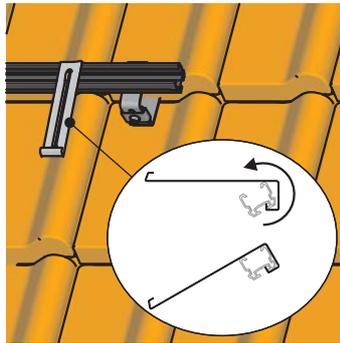
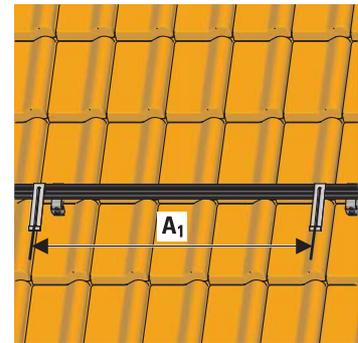

Fig. 3-16 Montage des crochets de sécurité du panneau solaire
Fig. 3-17 Positionnement des crochets de sécurité du panneau solaire
1. En respectant les écartements, suspendez les crochets de sécurité du capteur verticalement à la surface d'installation dans la rainure de guidage du profilé de montage inférieur, puis basculez vers le bas. Vous pouvez déplacer latéralement les crochets de sécurité après les avoir suspendus (voir fig. 3-16 et fig. 3-17).